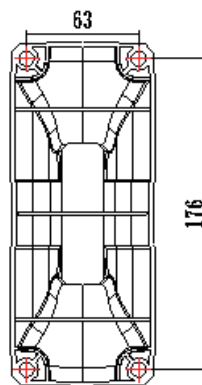

Fig.2
3. Folosiți suportul de montare ca șablon pentru a marca poziția șuruburilor și găuriți patru orificii în perete (Fig.2)